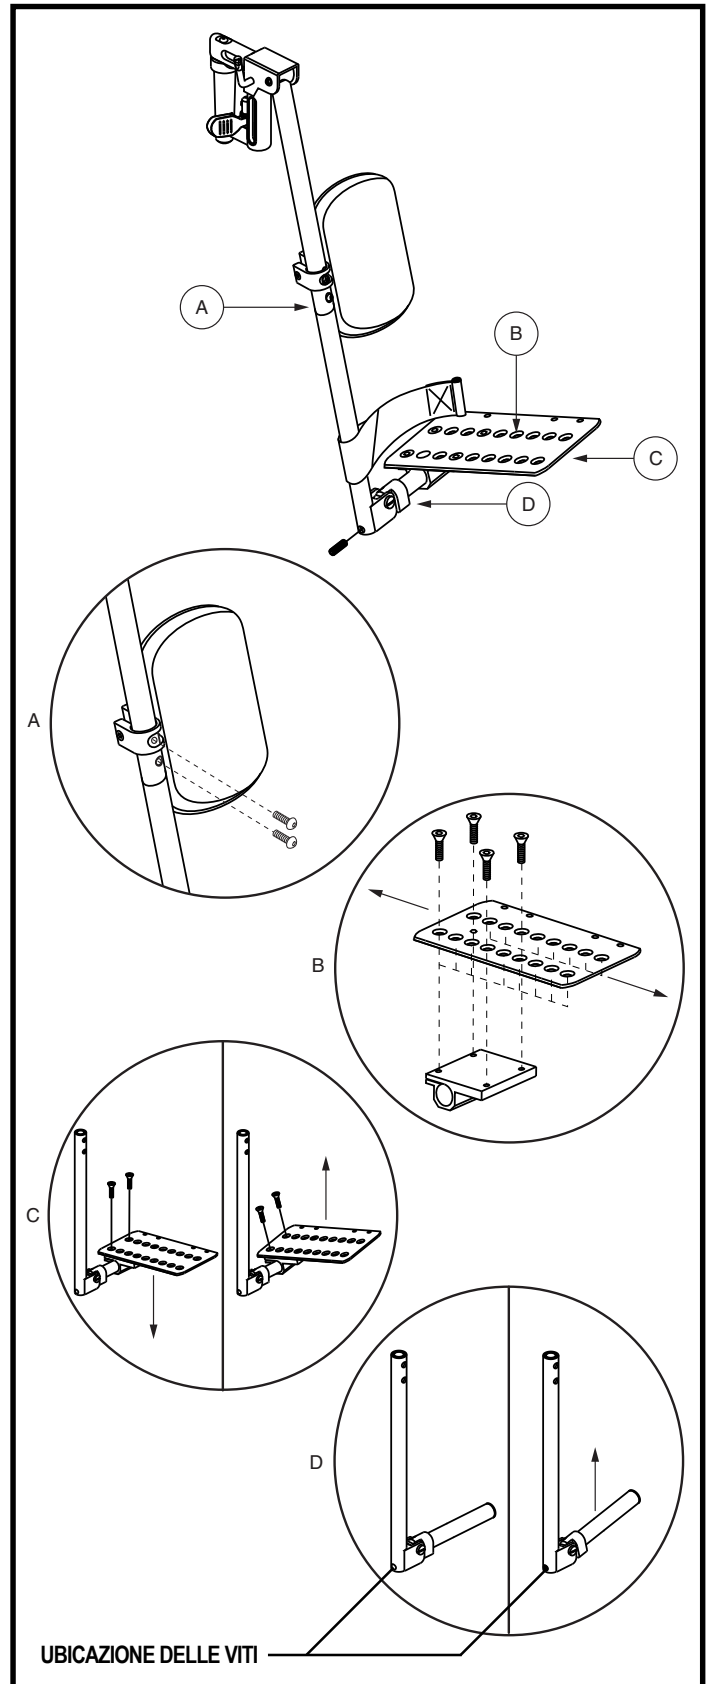

Figura 22. Pedane in flessioestensione (ELR in figura)
L'assemblaggio pedane in flessioestensione può essere montato su una pedana separata apribile o elevabile. Ha quattro diverse regolazioni: lunghezza pedana (A), posizione (B), inclinazione (C), e angolazione (D). Vedere figura 22.